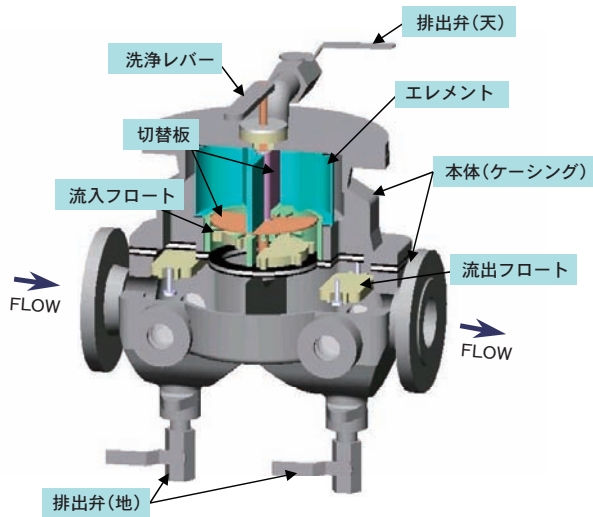

図1 構造図
インラインフィルターの構造を、図1に示します。
- 4) 濁質は、その種類や管内流況によって水の流れに追従しやすい浮遊性物質と追従しにくい沈殿物に大別されます。それらとともに排出できるように、排出弁を天側と地側にそれぞれ設けています。(図1参照)